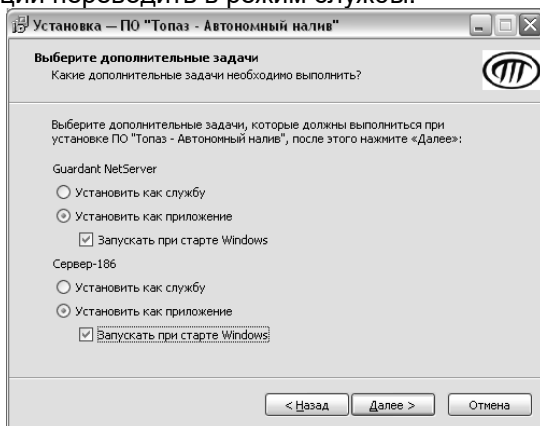

Рисунок 6
4.3 При выборе компонентов "Guardant NetServer" и/или "Сервер-186" необходимо выбрать способ запуска приложений: в режиме службы или в режиме приложения (рисунок 6).